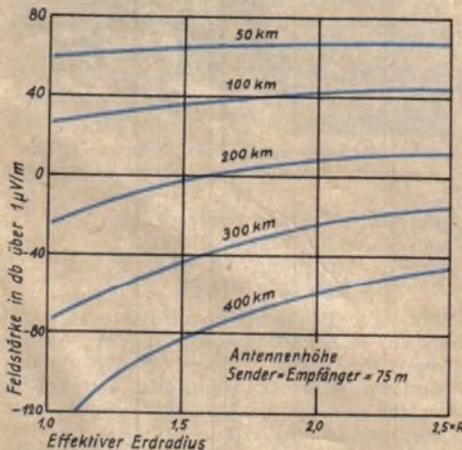

Abb. 8. Feldstärke bei verschiedenem effektiven Erdradius
Einer englischen Arbeit (1) entnehmen wir eine Darstellung über die Änderung der Feldstärke bei Entfernungen von 50 bis 400 km vom Sender (Abb. 8); sie gilt bei einer Sendeleistung von 1 kW, 90 MHz und Antennenhöhe von Sender und Empfänger = 75 m und  $1/2$ -Dipol-Antennen. Dabei ist  $db = 20 \log E$  ( $\mu V/m$ ). Ein Sonderfall der Brechung ist die sogenannte Superrefraktion.